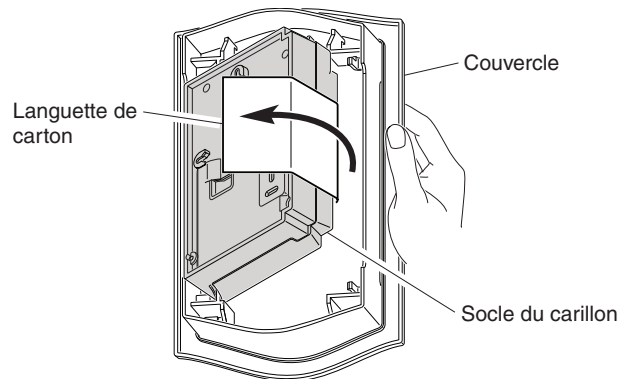

Figure 1
2. Tirez doucement sur la languette au moyen de l'autre main pour retirer le socle du couvercle (Figure 1). **Note :** Le socle pivote au moment du retrait du couvercle. Le même mouvement servira à replacer le couvercle sur le socle, une fois ce dernier fixé au mur.